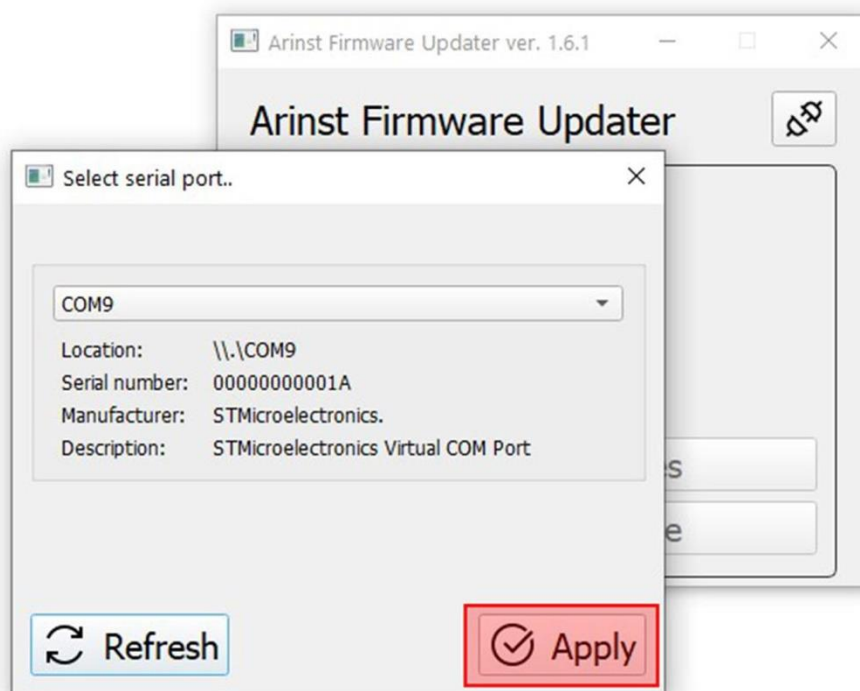

Рисунок A2.4 – Подключение приложения-загрузчика к прибору
2.6. Выбрав порт произведите подключение, нажав кнопку **Apply** (Подключиться) (Рисунок A2.4).